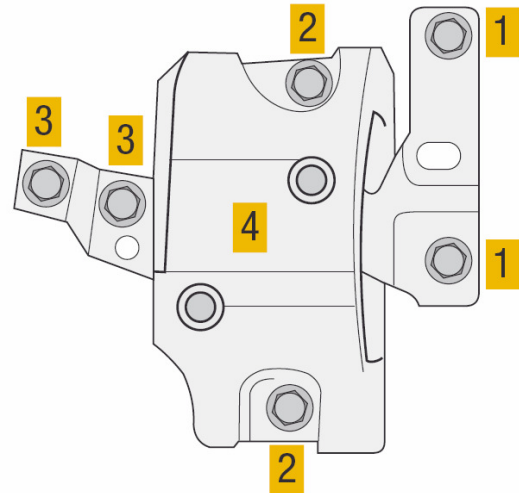

Abb. 4
Erst jetzt die innen liegenden (1) Schrauben des Motorlagers und des außen liegenden Halters abschrauben. (2) Dann die weiteren mittig liegenden Schrauben entfernen. (3) Das Motorlager entnehmen. (4) Jetzt den Motorhalter vom Motorblock mit den 3 Halteschrauben abschrauben (**Abb. 4**).